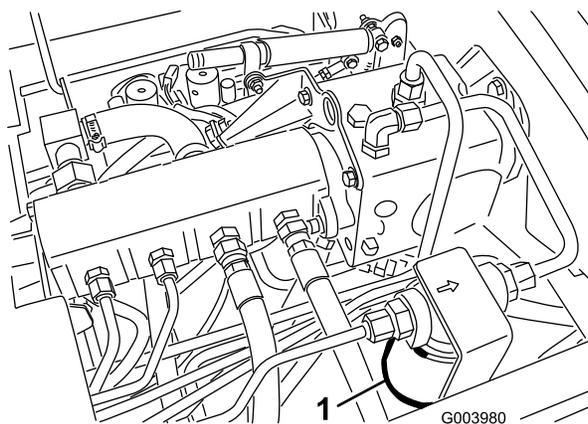
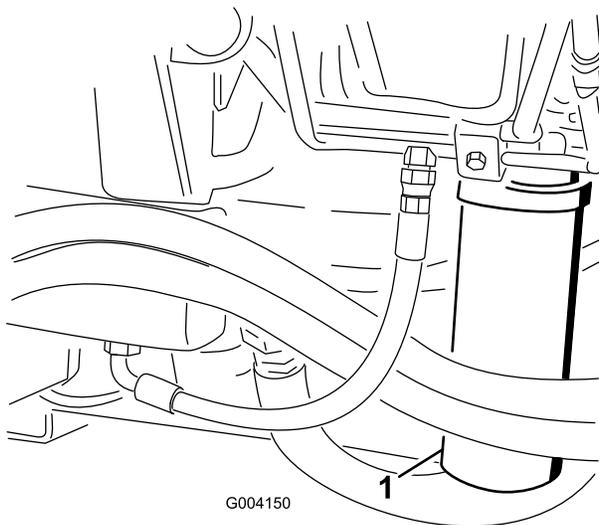

図 70
図 71
2. フィルタ取り付け部付近をきれいに拭き、下に容器を置く 図 70 と 図 71。